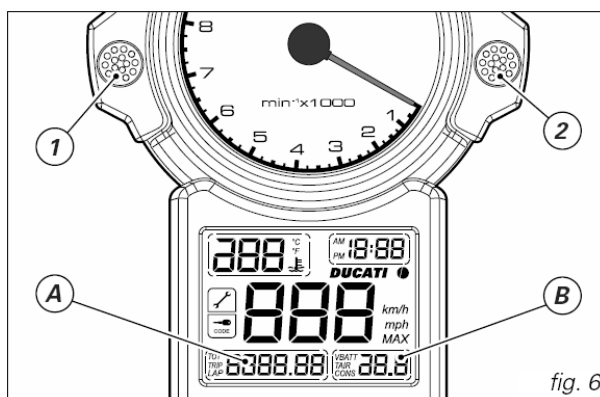

fig. 6
Appuyez sur le bouton (1) (fig. 6) clé sur ON pour alterner la visualisation du totalisateur journalier, du compteur kilométrique et du temps sur le tour du circuit.
Appuyez sur le bouton (2) (fig. 6) clé sur ON pour alterner la visualisation de la tension de la batterie, de la température de l'air et de la consommation.